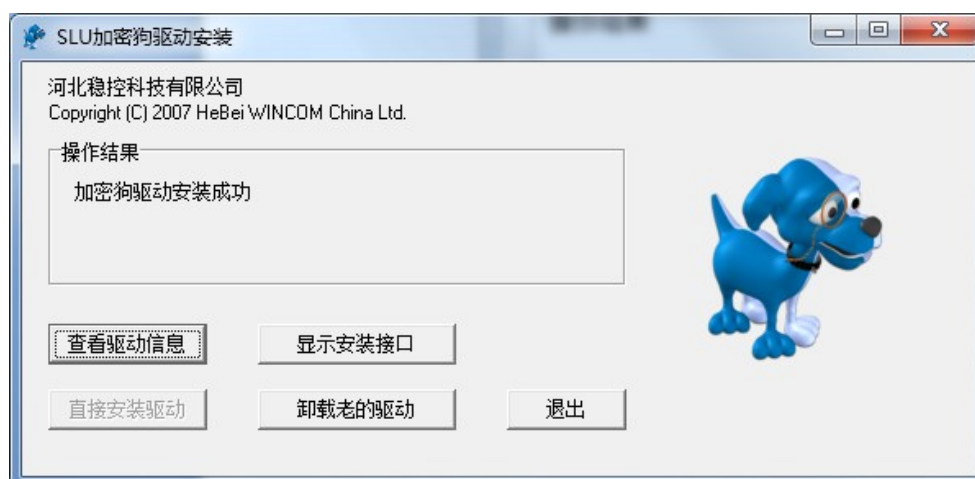

图 6、安装驱动成功
5、驱动安装成功，界面会提示加密狗驱动安装成功，“直接安装驱动”按钮会变为灰色，则说明驱动安装成功，如图 6 所示。